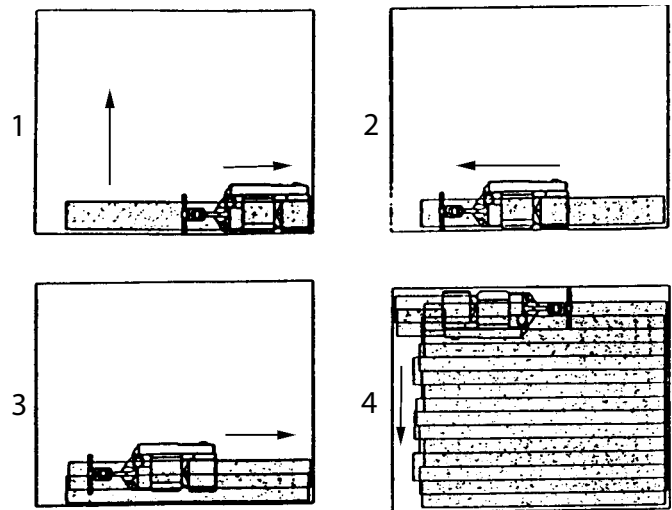

Figura 11
1. Fije cualquier clavo expuesto con un martillo y embudidor para evitar que se tope con el tambor de lijado. Conecte la máquina a un circuito apropiado con descarga a tierra y fusibles (fuente de alimentación). Presione el interruptor selector en la posición (S) (arranque). Después del arranque, deje que el interruptor vuelva a la posición (R) (funcionamiento).
2. Trabaje de derecha a izquierda. Por cada paso hacia delante, mueva la máquina 4" por encima del trayecto que acaba de completar. Retroceda marcha atrás sin solapamiento. Consulte la figura 11
6. Interrumpa gradualmente en el punto de terminación (el extremo de la pasada) elevando el tambor de lijado con la palanca de control. Escalone los puntos de terminación para conseguir una mejor combinación en el momento de ribetear. Consulte la figura 11.
7. Al cambiar el abrasivo, vacíe el contenido de la bolsa de polvo, o al terminar la operación de lijado, presione el interruptor selección a la posición (O) (Apagado). Desconecte la máquina de la fuente de alimentación.